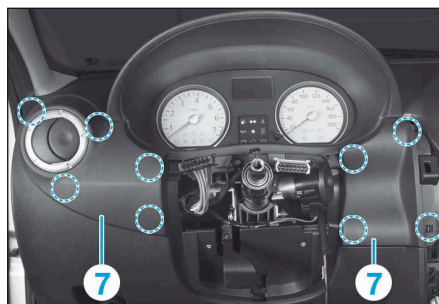

FIG.7
- Dégrafer les garnitures (7) (Fig.7).